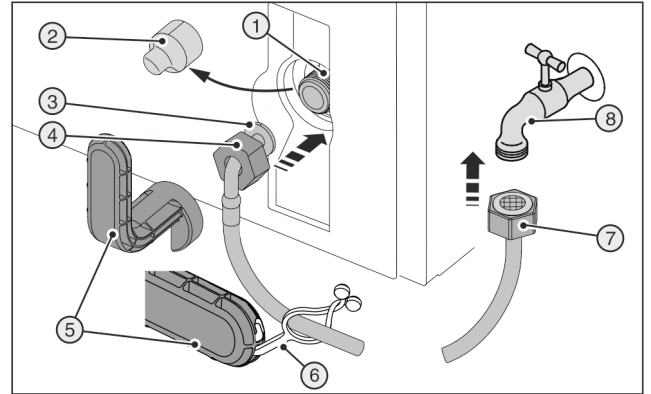
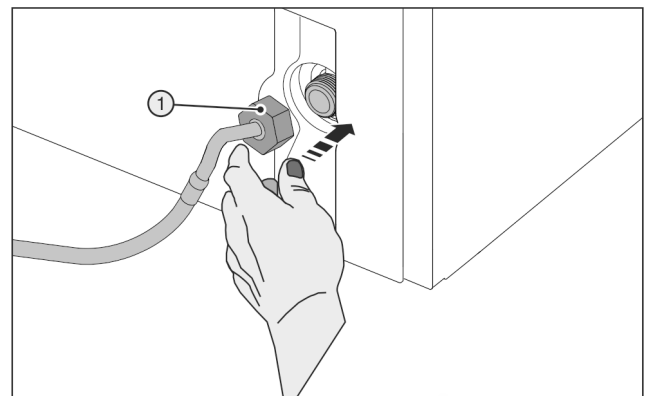

Fig. 45
Fig. 46
破损的辅助工具 Fig. 45 (5)！
- ▶ 只能在室温下使用辅助工具 Fig. 45 (5)。
- ▶ 拆下盖子 Fig. 45 (2)。
- ▶ 略微装配：将直软管端 Fig. 45 (7)向左置于地面。
- ▶ 将螺母 Fig. 45 (4)推至软管弯折端 Fig. 45 (3)上方末端并固定。
- ▶ 小心装上螺母 Fig. 46 (1)并用两根手指将其垂直拧到螺纹上，直至达到紧固位置。
- ▶ 使用辅助工具 Fig. 45 (5)顺时针拧紧螺母 Fig. 46 (1)，直至达到最大扭矩并且辅助工具 Fig. 45 (5)旋紧。
- ▶ 将螺母 Fig. 45 (7)拧到截流阀 Fig. 45 (8)上。
- ▶ 使用辅助工具 Fig. 45 (5)顺时针拧紧螺母 Fig. 45 (7)，直至达到最大扭矩并且辅助工具 Fig. 45 (5)旋紧。
- ▶ 打开供水截流阀 Fig. 45 (8)并检查整个水系统的密封性。
- ▶ 将连接板 Fig. 45 (6) 卡入辅助工具 Fig. 45 (5) 内并固定在不锈钢软管上，以便于保存。